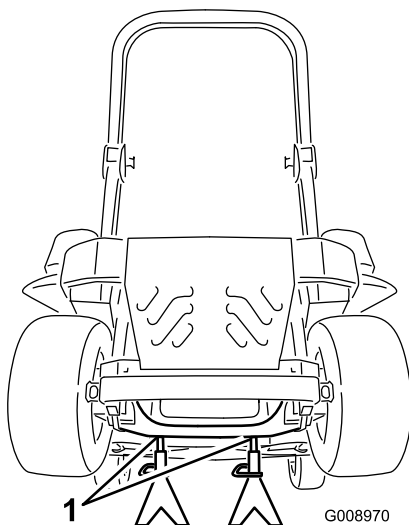

Figura 86
3. Levante la máquina y apóyela sobre gatos fijos (Figura 86).
| 9. Retire los gatos fijos y baje la máquina (Figura 86). | |